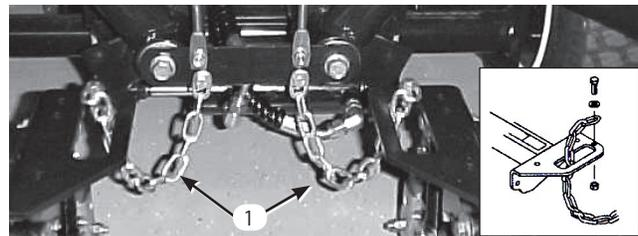

図20
**重要** ホースが折れたりひねられたり強く曲げられたりしていないことを確認してください。図20のようなルートが適切です。カッティングユニットを上昇させ、左にスライドさせてください(モデル03201のみ)。後カッティングユニットのホースが走行ケーブル・ブラケットに当たらないことを確認してください。必要に応じて接続部やホースの位置を再調整してください。
4. 各キャリア・フレームのスロットにチップー・チェーンを下から上に通す。チェーンをキャリア・フレームの上に固定する(図20; キャップスクリュ、ワッシャ、ロックナットを使用)